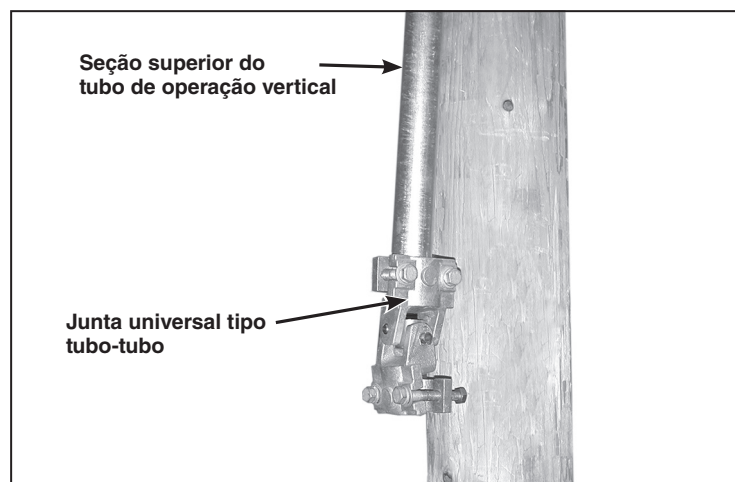

Figura 22. Acoplamento da junta universal tipo tubo-tubo ao lado inferior do tubo de operação vertical.
PASSO 21. Acople uma junta universal do tipo tubo-tubo ao lado inferior da seção superior do tubo de operação vertical. Ver Figura 22. Afaste o parafuso de ajuste perfurante para fora do corpo do acoplamento do tubo antes de apertar os parafusos de fixação do acoplamento.